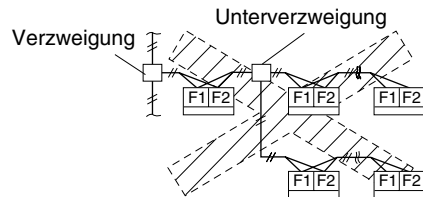

Abb. 15
4. Für die Verkabelung von Gerät zu Gerät sind bis zu 16 Verzweigungen möglich. Keine weitere Verzweigung nach der ersten Verzweigung. **(Siehe Abb. 15)**